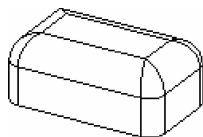

图 3-49 沿切面延顺
■ 沿切面延顺:在相切的几个表面的边界上,拾取一条边时,可以将边界全部过渡。若先将竖边过渡后,再用此功能选取一条横边,作图结果如图 3-49 所示。